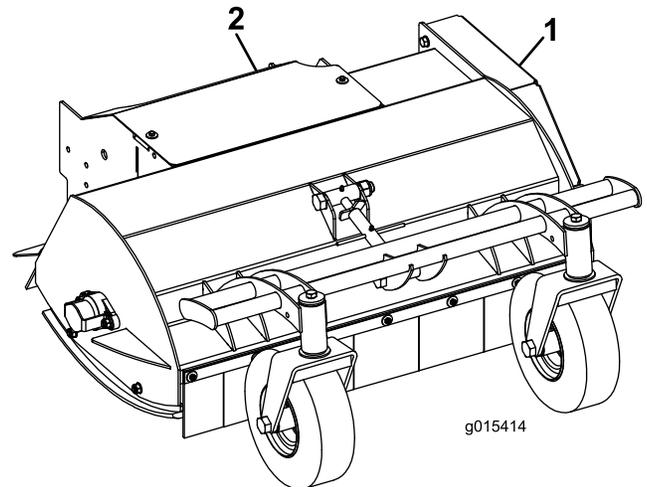

Figure 6
1. Déposez la protection supérieure (Figure 6).
5. Reposez la protection supérieure (Figure 6).